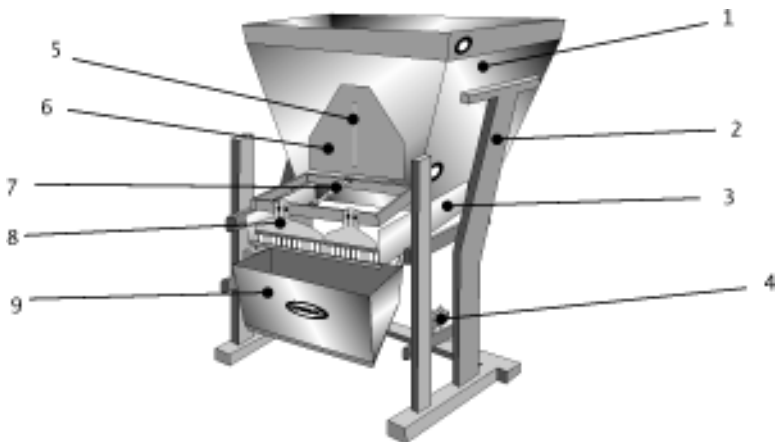
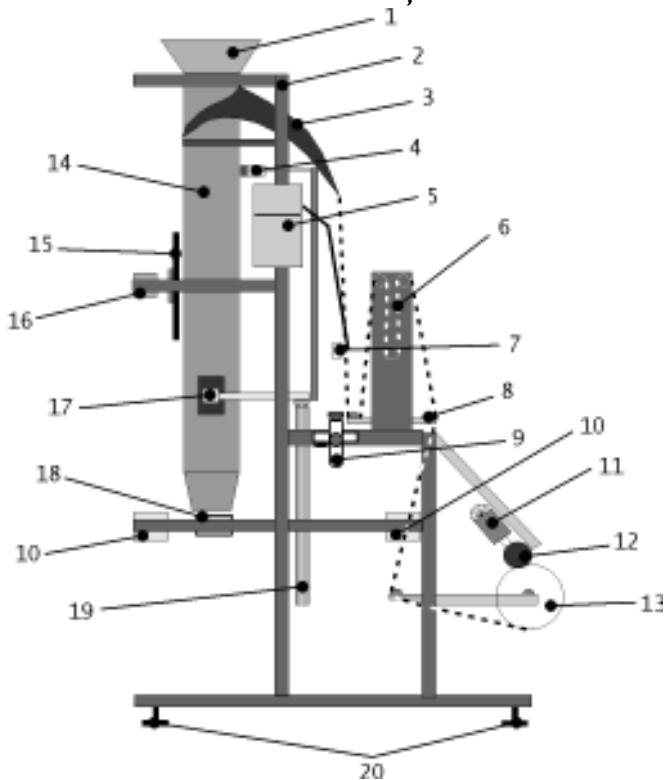

рис.2 Весовой дозатор одноканальный ТПА-1200М
рис.3 Фасовщик ТПА-1200М
Вертикальный фасовочно-упаковочный автомат серии ТПА 1200 АВ состоит из двух функциональных частей – фасовщика (см. рис.3) и дозатора (см. рис.2).
7. Установить бобину с пленкой на ось, зажать центрирующими частями и заправить пленку в соответствии с рис.3 (заправку пленки производить при отключенной пневмосистеме. Вручную отжать тормоз 4 рис.3).